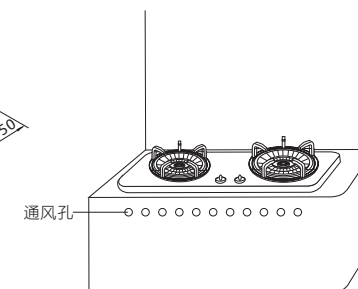

图2
- 请在燃气灶下方的橱柜正面切割大于100cm²的通风孔，确保燃气灶内部与橱柜外部空气流通。（见图2）